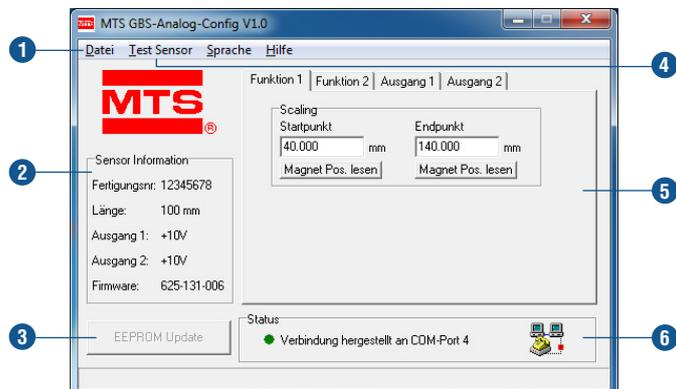

Abb. 37: GBS Analog Config V1.0, Funktion 1
Nach dem Start des Programms öffnet sich die Bedienoberfläche des angeschlossenen Sensors mit seinen einstellbaren Parametern (Abb. 37).
- 1 Unter **Datei** kann die Sensorkonfiguration auf der Rechnerfestplatte gespeichert, ausgedruckt oder in den Sensor geladen⁵ werden. Außerdem kann hier auch wieder zur Werkseinstellung zurückgekehrt werden (Abb. 37).
- 2 **Sensor Information** zeigt die unveränderlichen Sensorparameter, die beim Anschluss des Sensors automatisch eingelesen wurden (Abb. 37).
- 3 Eventuell durchgeführte Änderungen werden dunkel hinterlegt. Durch Anklicken von **EEPROM Update** werden die geänderten Parameter im Sensor dauerhaft gespeichert. Die übernommenen Werte werden danach am Bildschirm wieder vor weißem Hintergrund dargestellt (Abb. 37).
- 5 Über die Registerkarten im Dialogfeld können den Ausgängen des Sensors Funktionen zugeordnet werden. Der Messbereich für die Funktion wird im Feld **Scaling** festgelegt (Abb. 37).
- 6 **Status** zeigt den erfolgreichen Verbindungsaufbau zum Sensor (Abb. 37).